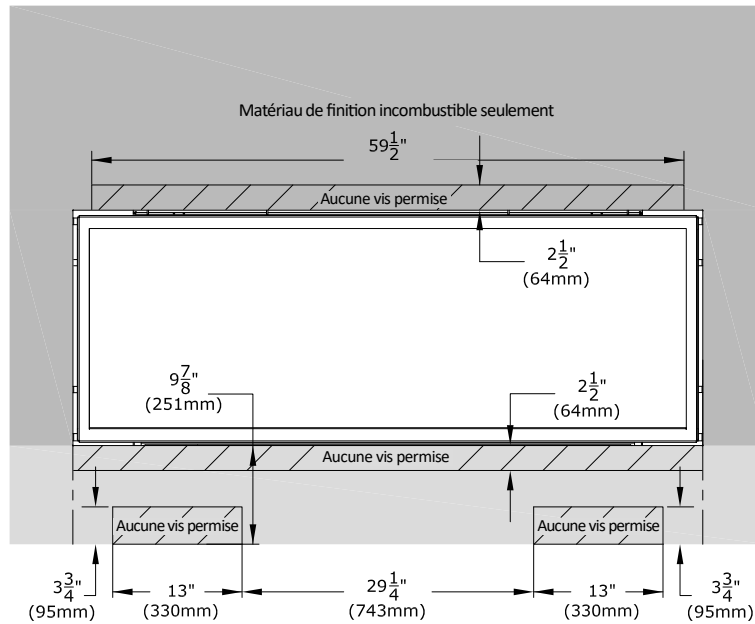

Figure 5.6 - Exigences des matériaux de finition incombustibles
- Voir la Figure 5.6 (Zone de finition incombustible) pour l'exigence minimum des matériaux de finition incombustibles.